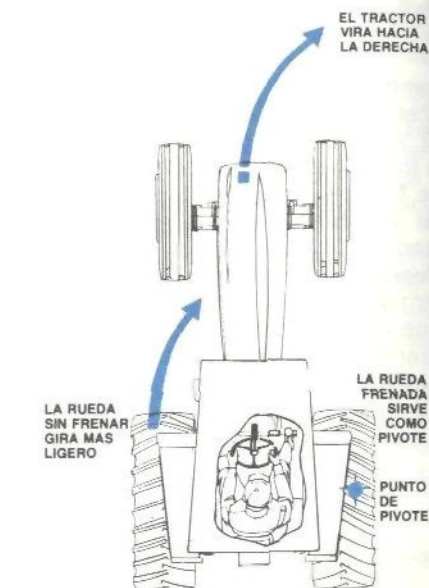

Figura 5.- La rueda sin frenar (izquierda) puede hacer volcar el tractor.
2. Trabar los pedales del freno antes de conducir a altas velocidades o cuando se remolque alguna zorra. Si esto no se hace al aplicar el freno en una sola rueda a alta velocidad la acción del diferencial volcará el tractor. Ver figura 5.